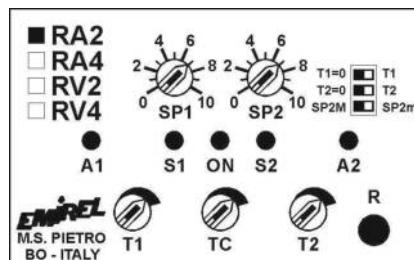

Fig. 1
- Con il selettore m/M a sinistra, la soglia SP2 è di massima (fig.1).
- Con i selettori T1 e T2 posizionati verso sinistra (fig.1), i tempi di intervento sono istantanei.
- When the switch m/M is pushed to the left, SP2 is MAX set point (fig.1).
- When the switches T1 and T2 are pushed to the left (fig.1), the triggering time is zero.